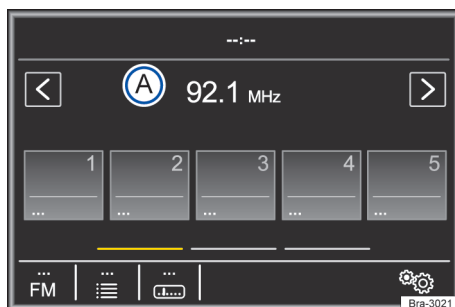

Fig. 122 Menu principal do rádio.
### Funções dos botões de estação → Fig. 122
| Trocar o grupo de botões de estação      | <p>Passar o dedo sobre o display, na área dos botões de estações → Fig. 122, da direita para a esquerda ou da esquerda para a direita.</p> <p>Os botões de estação são exibidos em grupos para, respectivamente, 5 superfícies de função (1) até (5), (6) até (10) e (11) até (15).</p> |